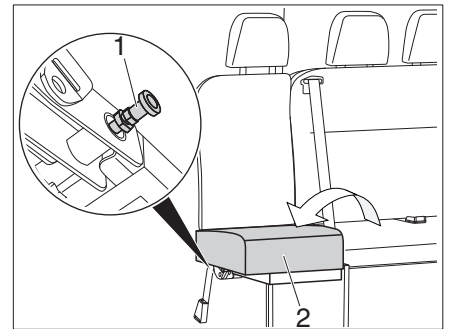

Figure 45 Déplier l'assise
- Déplier l'assise (Figure 45, 2) et la fixer avec le dispositif de verrouillage (Figure 45, 1).